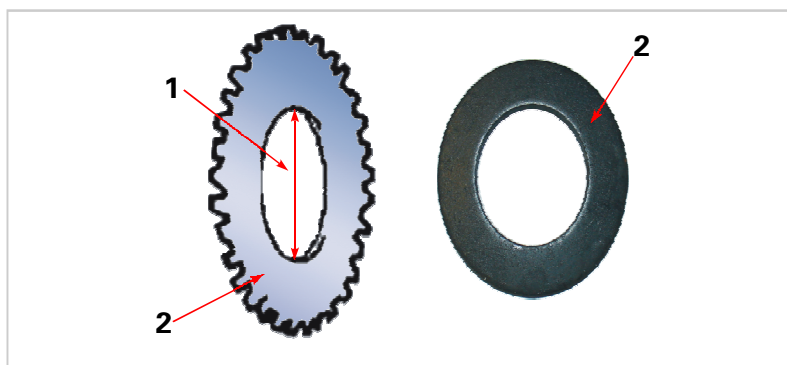

图4-53 副齿轮和锥形弹垫的检查部位
6. 检查一、二挡齿轮和锥形弹垫的损坏或磨损（图4-53和表4-13）